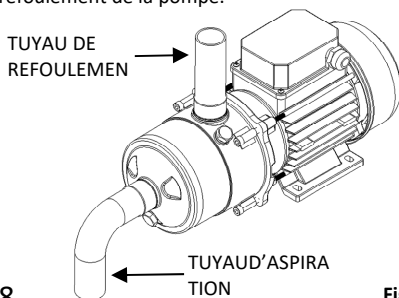

Fig.1
- Le tuyau d'aspiration (Fig. 1) doit être d'un diamètre égal ou inférieur à l'orifice d'aspiration de la pompe, et maintenir une pente ascendante d'au moins 2% pour permettre une bonne purge de la tuyauterie.
- Le tuyau de refoulement (Fig. 1) doit avoir un diamètre égal ou supérieur à celui de l'orifice de refoulement de la pompe.